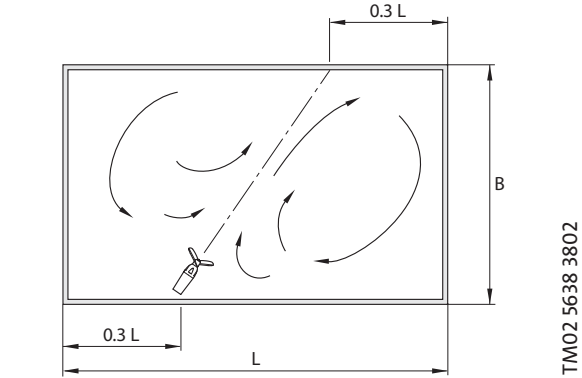

Рис. 17 Осаждаемые твёрдые частицы в прямоугольном резервуаре перемешиваются с жидкостью.
- чтобы осаждаемые твёрдые частицы, если таковые имеются, перемешивались с жидкостью. См. рис. 17.